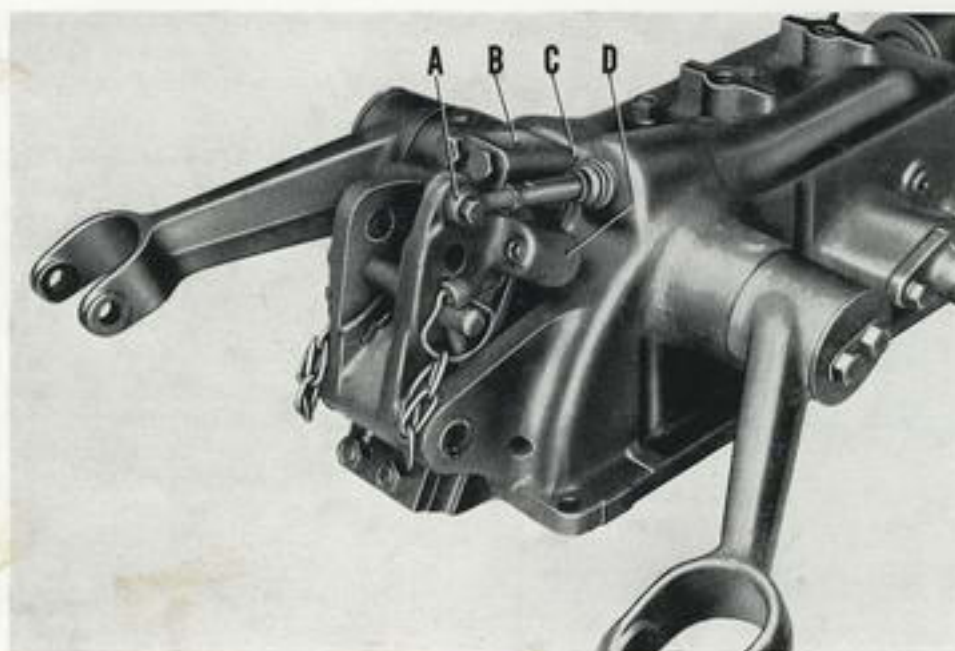

Fig. 29
- 1) Désaccoupler la tringle de liaison (A, fig. 29) sur le basculeur.